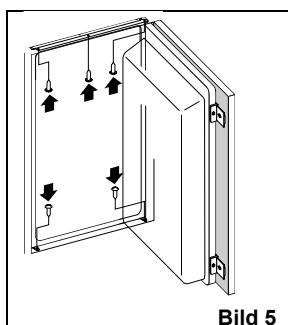

Bild 5
- Schließlich befestigen Sie das Gerät ins Möbelement. Schrauben Sie es an die Decke mit drei Schrauben A 4 x 12 durch die obere Leiste und in den Boden mit zwei Schrauben A 4 x 16 durch die unteren Scharniere. Für die Schrauben sind Löcher $\varnothing 3 \times 5$ auszubohren (Bild 5).